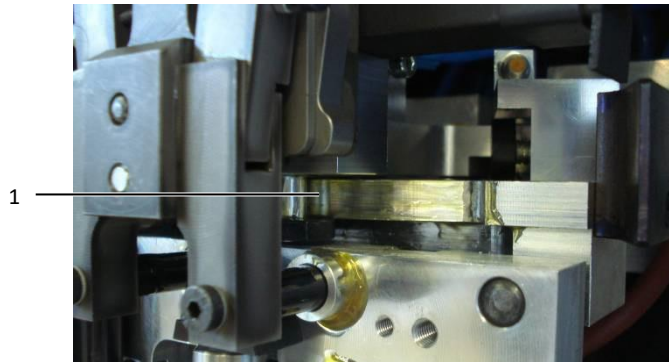

Fig. 27 : chariot à outil
- Lubrifier la surface d'appui (fig. 27, pos. 1).